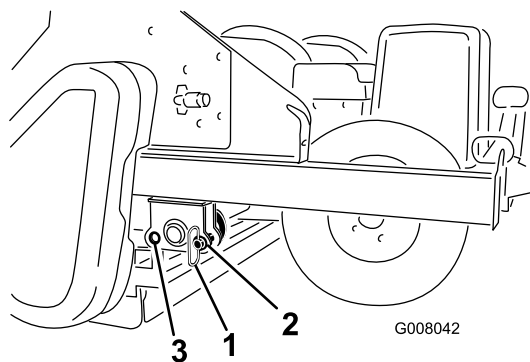

Figura 15
12. Retire los pasadores de almacenamiento de los taladros delanteros y colóquelo en los taladros traseros durante el uso (Figura 15).